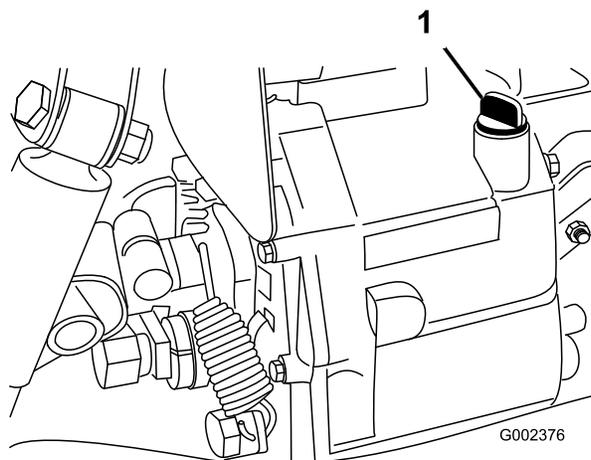

図 66
4. ディップスティック取り付け部の周辺をきれいにぬぐう(図 66)。